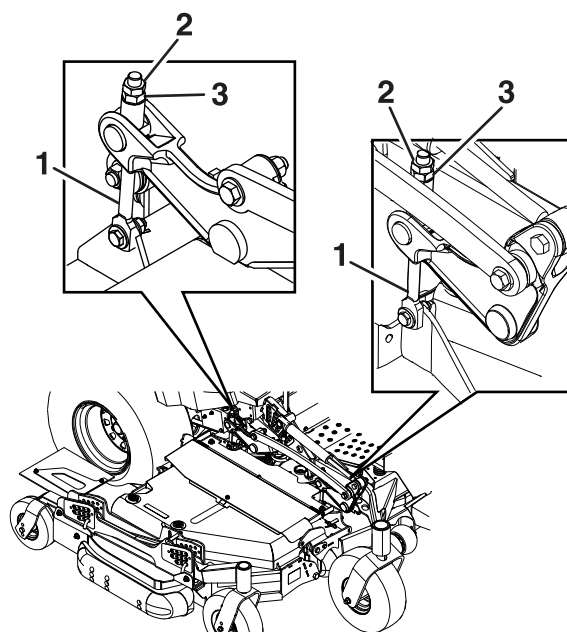

Figura 80
Afije las contratuercas de la parte superior de cada pletina de ajuste de la carcasa. Gire la tuerca de ajuste del conjunto de elevación de la carcasa delantera para obtener la altura correcta para las puntas delanteras de las cuchillas izquierda y derecha de la carcasa central (Figura 80).
5. Si los 4 mecanismos de ajuste de la carcasa (Figura 80) no tienen holgura suficiente para lograr la altura de corte precisa con la inclinación necesaria, puede utilizarse el sistema de ajuste de un solo punto.